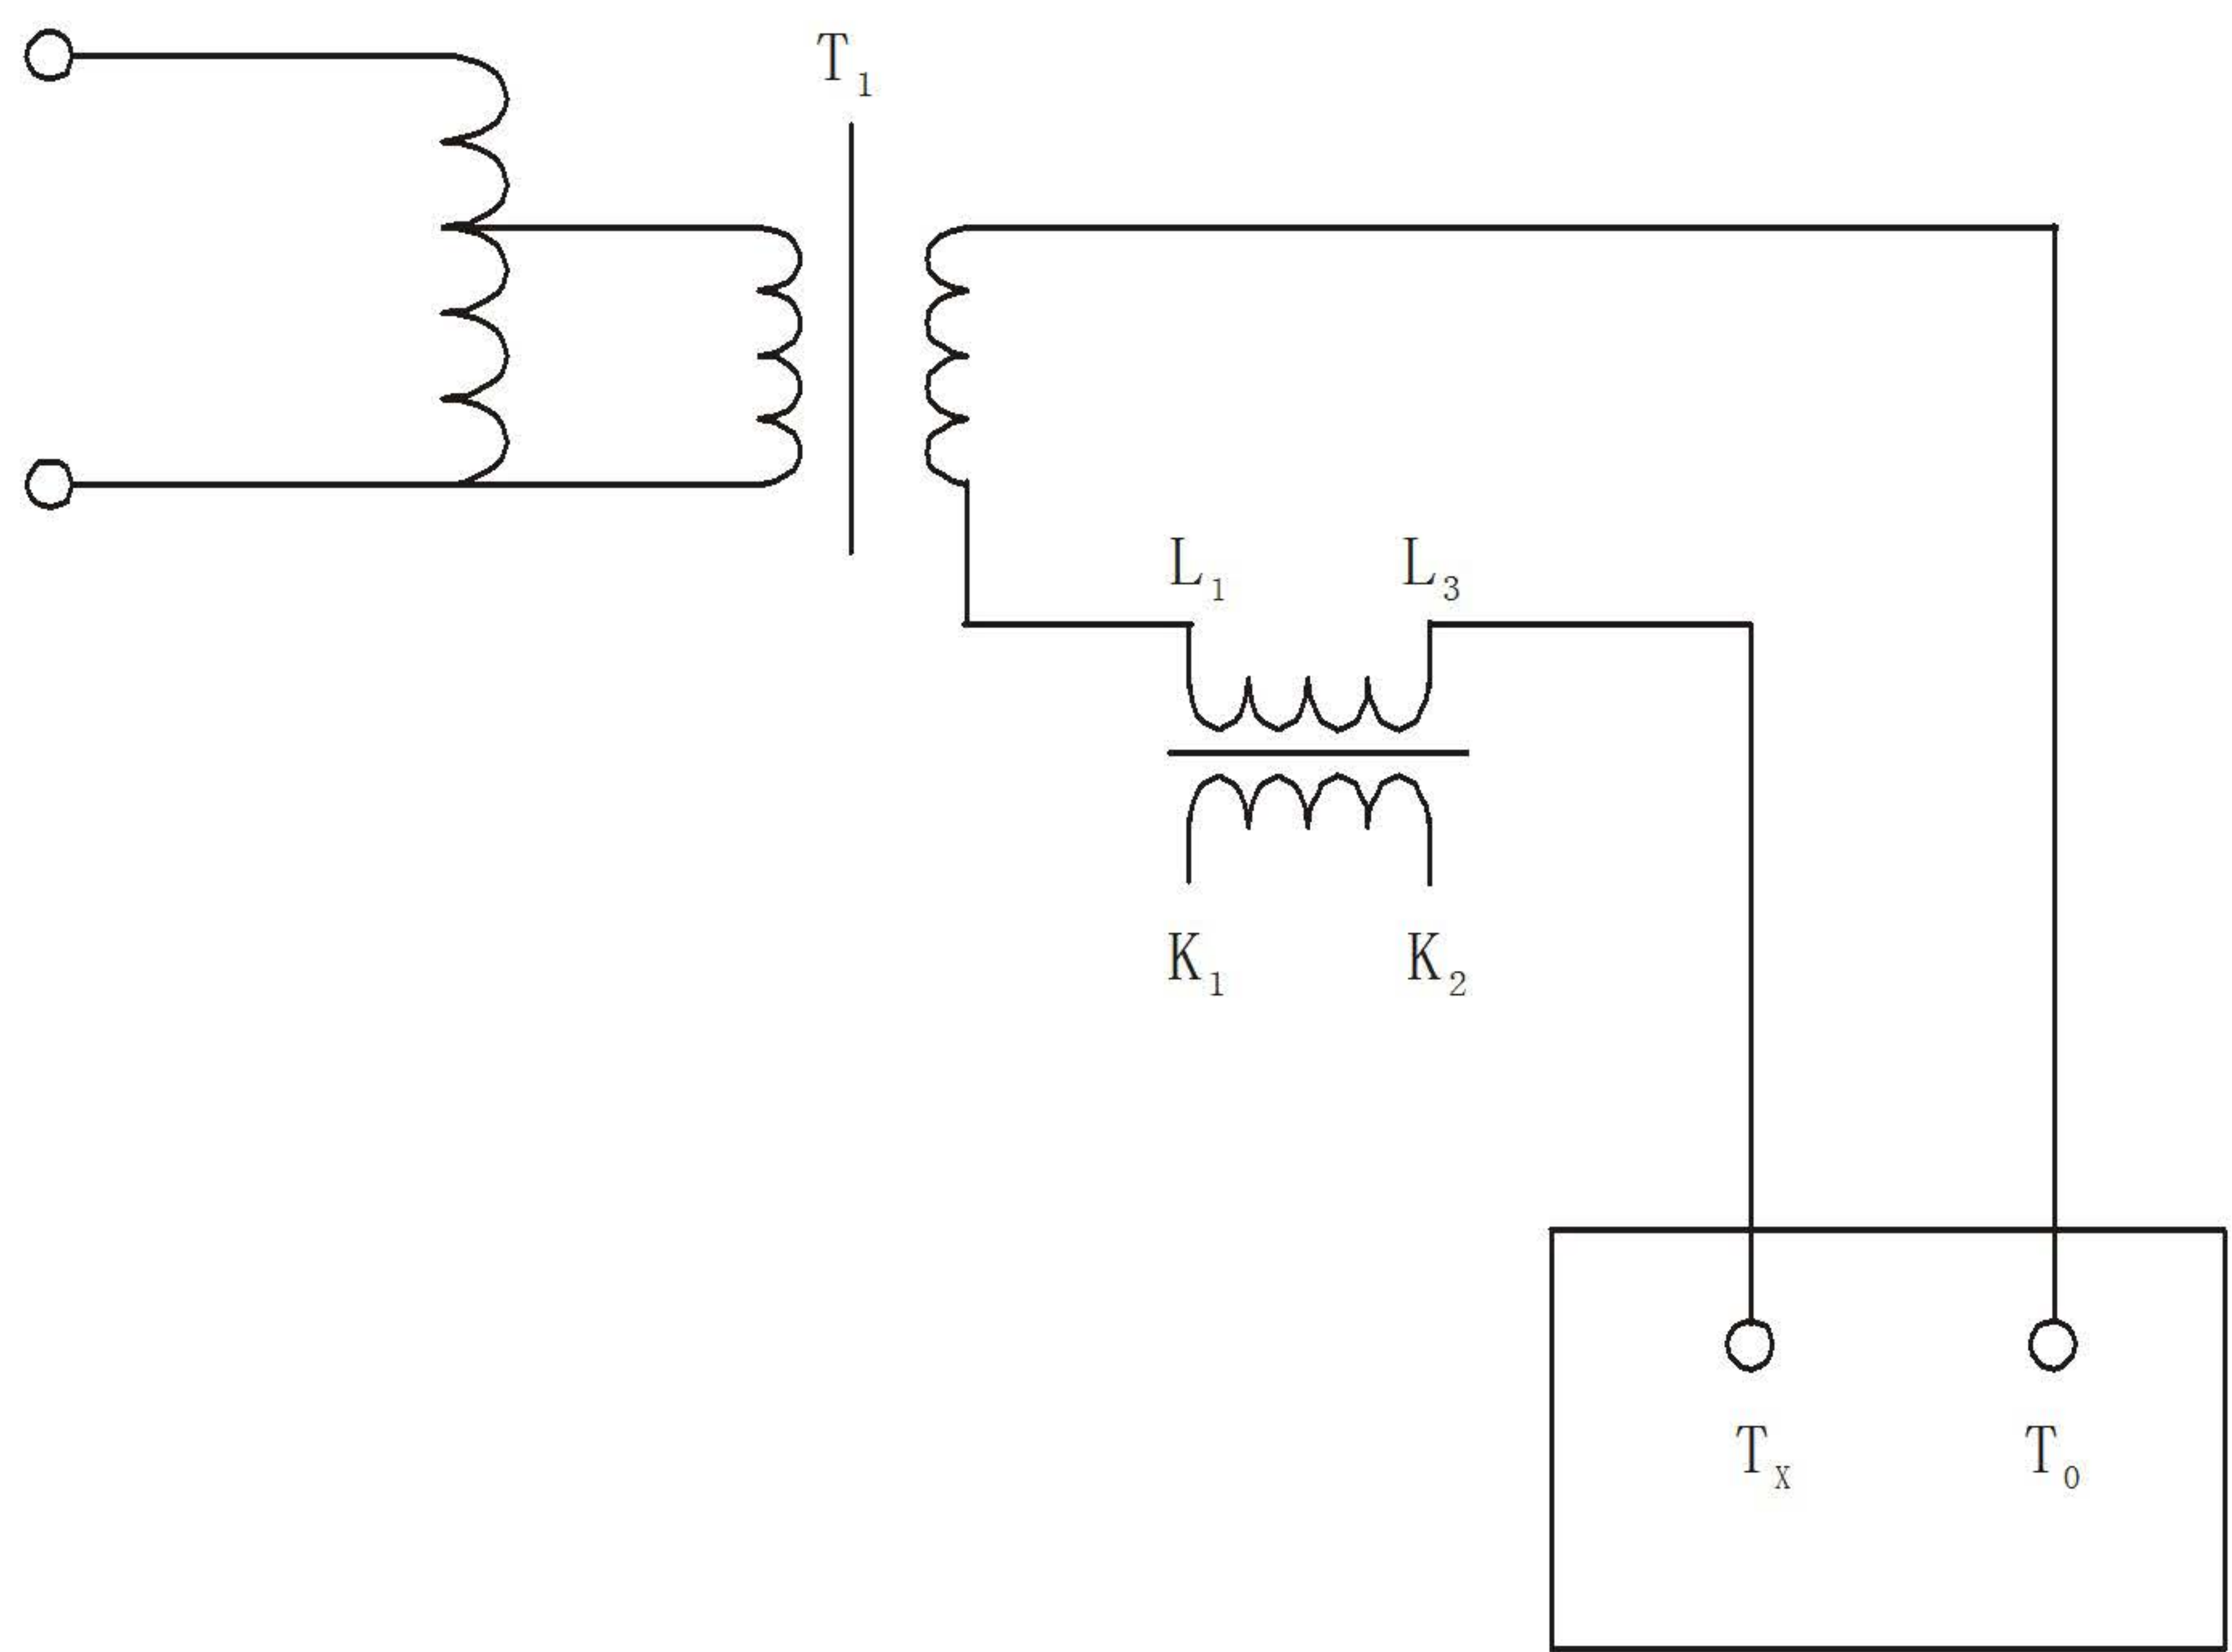

图4
5. 检定互感器之前需先退磁，退磁线路如图 4 所示。
6. 在图 4 中，二次开路，均匀缓慢调节调压器，使百分表指示由 0 增至 100%，然后均匀且缓慢地降至零。重复这一过程 2~3 次。退磁完毕后切断电源之前，应将二次绕组短接。